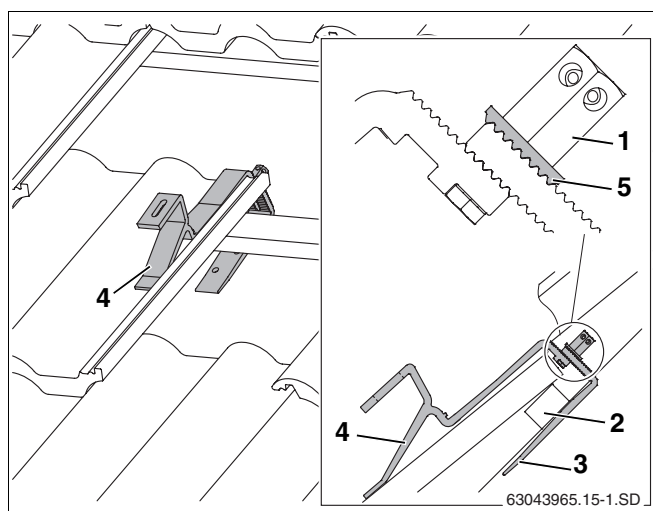

Fig. 13 Gancho de tejado enganchado (para facilitar la vista se han eliminado de la figura algunas tejas)
- ▶ Enganche los ganchos del tejado de tal forma que el apoyo delantero descansa sobre el perfil ondulado (fig. 13, **pos. 4**).
- ▶ Deslice hacia arriba la parte inferior del gancho de tejado (fig. 13, **pos. 3**) hasta que éste descansa sobre el listón del tejado (fig. 13, **pos. 2**).
- ▶ Apriete la tuerca hexagonal larga (fig. 13, **pos. 1**). Introduzca para ello la llave de tamaño 5 en un orificio de la tuerca hexagonal y gírela.
La arandela dentada (fig. 13, **pos. 5**) debe encajar en el lado dentado de la parte inferior del gancho para tejado.